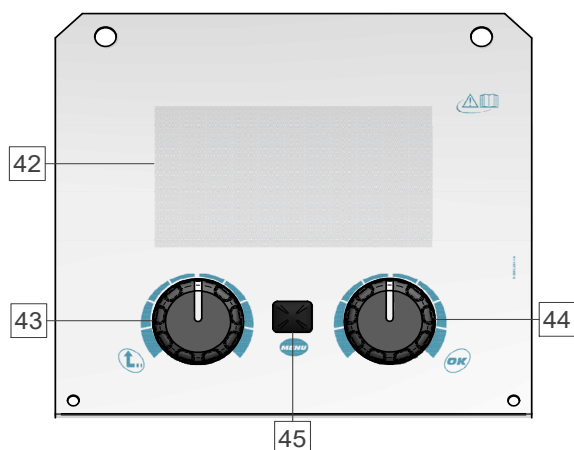

Figura 8
- Vizualizare PRO (Figura 8)
- Selectați una dintre vizualizări (Basic - Figura 7 sau PRO - Figura 8).